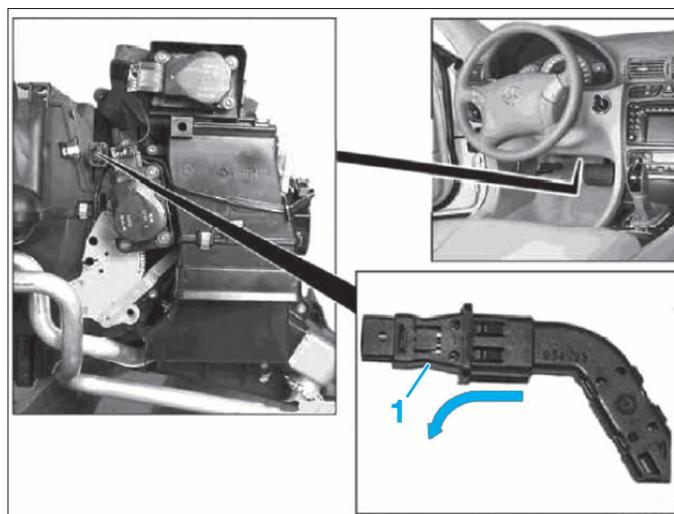

FIG. 14
- Extraire la sonde de température (1) (Fig.14) du boîtier de chauffage en le tirant dans le sens de la flèche.